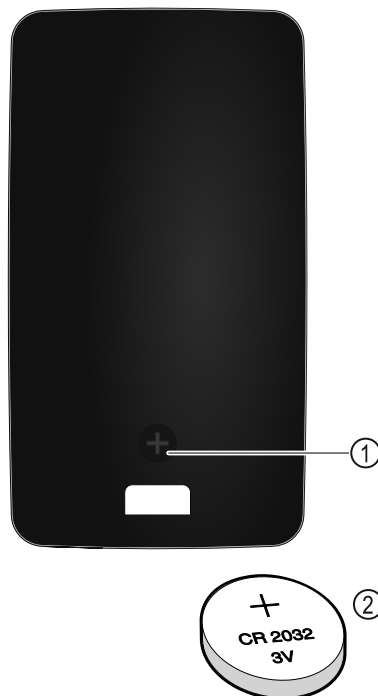

Fig. 220
Дистанционното управление се захранва от батерия тип CR 2032 с 3V Fig. 220 (2), която се предлага от специализирани търговци на дребно.
- Отвинтете винта Fig. 220 (1) на капака на дистанционното управление.